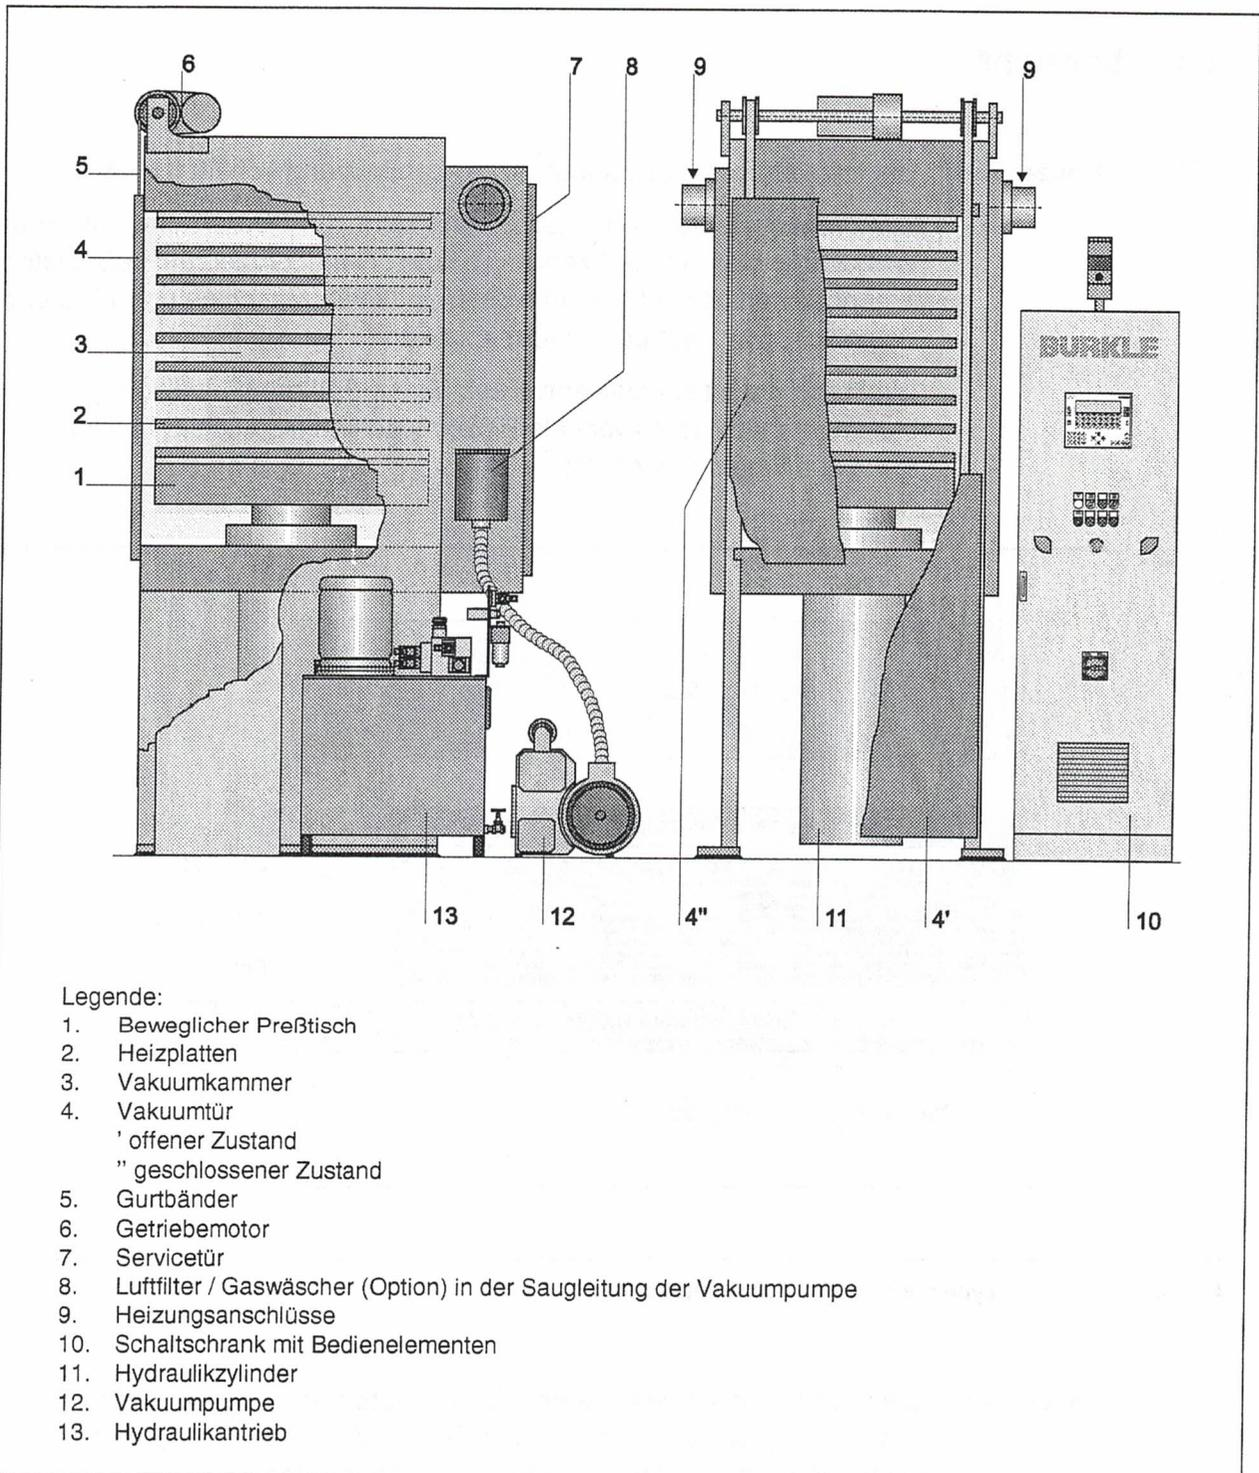

Abbildung 1-2 Aufbau der Maschine
- Vakuunkammer** Die Vakuunkammer (luftdichter Preßraum, 3, Abbildung 1-2) ist an der Pressenvorderseite mit einer verfahrbaren Vakuurtür (4) sowie einer vakuumdicht verschlossenen Servicetür (7) an der Pressenrückseite versehen. Temperaturbeständige Silikondichtungen gewährleisten eine optimale Vakuumabdichtung.
- Auf der Presse ist ein Getriebemotor angebracht der über zwei Gurtbänder die Vakuurtür (4) öffnet und schließt. Zum Schutz der Vakuumabdichtung wird die Vakuurtür mit Abstand zur Dichtfläche bewegt. Erst am Ende des Schließweges wird die Vakuurtür an die Dichtfläche des Pressengestells gedrückt.
- Vakuumpumpe** Die Vakuumpumpe (12) saugt vor dem Preßprozeß die Luft aus der Vakuunkammer (Evakuierprozeß).
- Hydraulikantrieb** Der Hydraulikantrieb (13) erzeugt den notwendigen Hydraulikdruck mit einer Druckgenauigkeit von +/- 1 bar. Nach Erreichen des vorgewählten Solldruckes schaltet die Pumpe ab. Der Steuerblock mit hermetisch dichten Sitzventilen gewährleistet optimale Druckhaltung ohne Zuschaltung der Pumpe. Die Hydrauliksteuerung ist so ausgeführt, daß im stromlosen Zustand der aktuelle Druck im Hydrauliksystem gehalten wird.
- Prismenführung** Reibungsarme, verschleißfeste Prismen führen den beweglichen Preßtisch (1) und die Heizplatten (2). Die spezielle Geometrie der Prismenführung gewährleistet konstante Führungsverhältnisse unabhängig von der Betriebstemperatur.
- Heizplatten** Die Heizplatten (2) sind als massive Stahlplatten mit geschliffenen Preßflächen ausgeführt. In die Stahlplatten sind Heizkanäle gebohrt, durch die über Sammelrohre und Metallschläuche Thermoöl gepumpt wird. Die Anordnung der Heizkanäle gewährleisten eine gleichmäßige Temperaturverteilung in der Heizplatte.